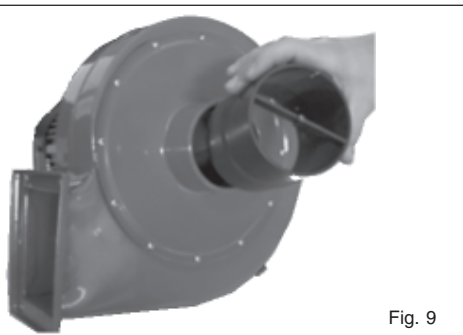

Fig. 9
7. Sujetar el tubo flexible al conector a montar a la salida de la aspiradora (**Fig. 9**). O bien, desconectar este tubo flexible y conectar el de la máquina de madera utilizando el tubo flexible apropiado y la abrazadera de cierre correspondiente.